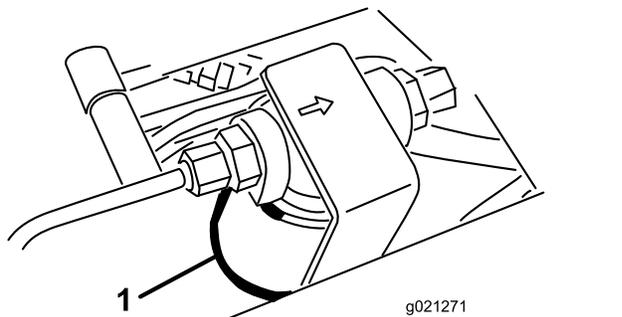
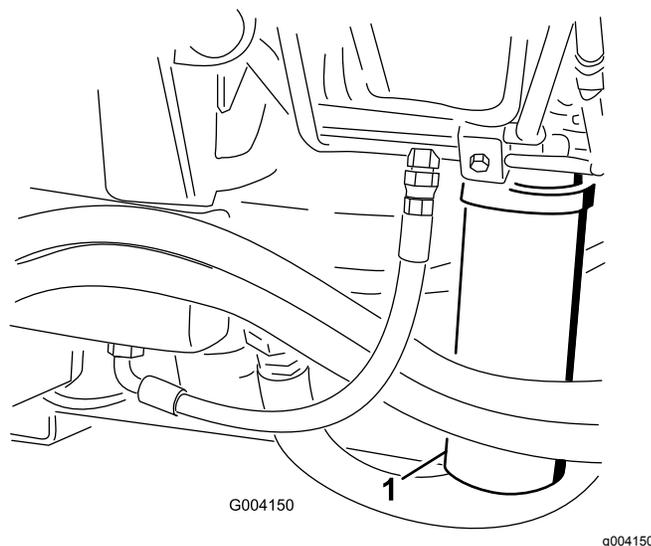

図 92
図 93
2. フィルタ取り付け部付近をきれいに拭い、下に容器を置く 図 92と 図 93。